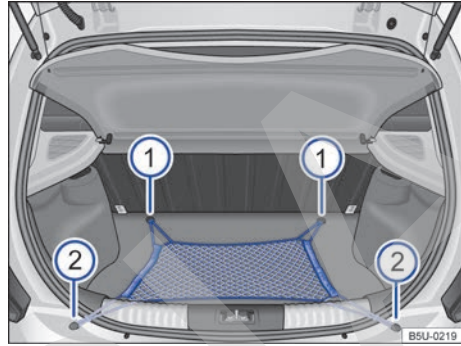

Fig. 128 En el maletero: red para equipaje.
Encajar las asas de la red para equipaje → fig. 128 ① y ② en los ojalos existentes en el maletero.